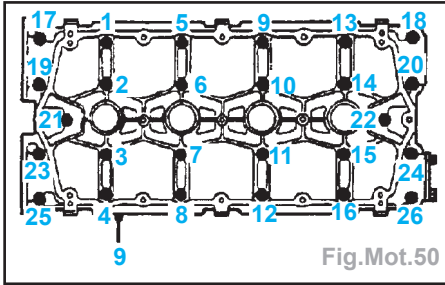
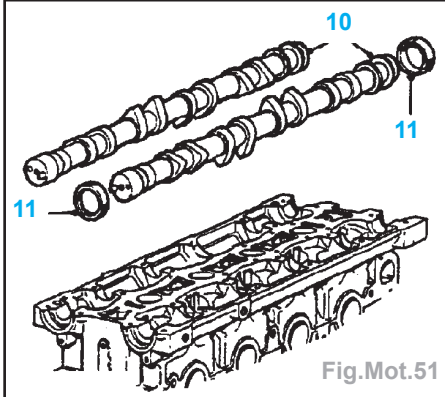

Fig.Mot.50
Fig.Mot.51
- Desserrer progressivement et dans l'ordre indiqué les 26 boulons maintenant le support d'arbre à cames sur la culasse, jusqu'à ce que les ressorts de soupape n'exercent plus de tension sur les arbres à cames (Fig.Mot.50).
- Déposer le support d'arbres à cames (9).
- Déposer les deux arbres à cames (10).
- Déposer et jeter les joints d'huile (11) des arbres à cames (Fig.Mot.51).